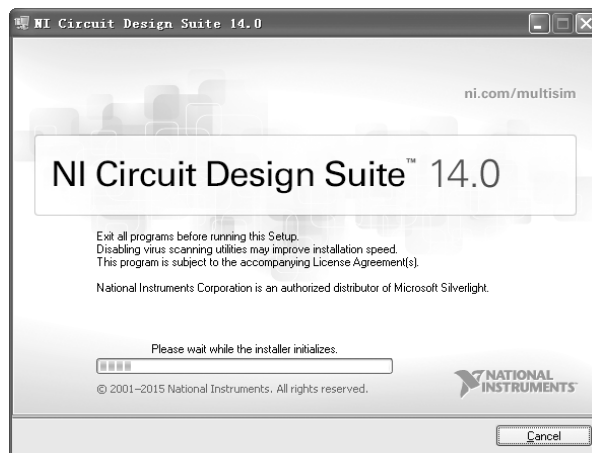

图 1-3 Multisim 14.0 安装程序的初始化界面
- 1) 单击 “Install NI Circuit Design Suite 14.0” 选项，进入安装初始化界面，如图 1-3 所示。